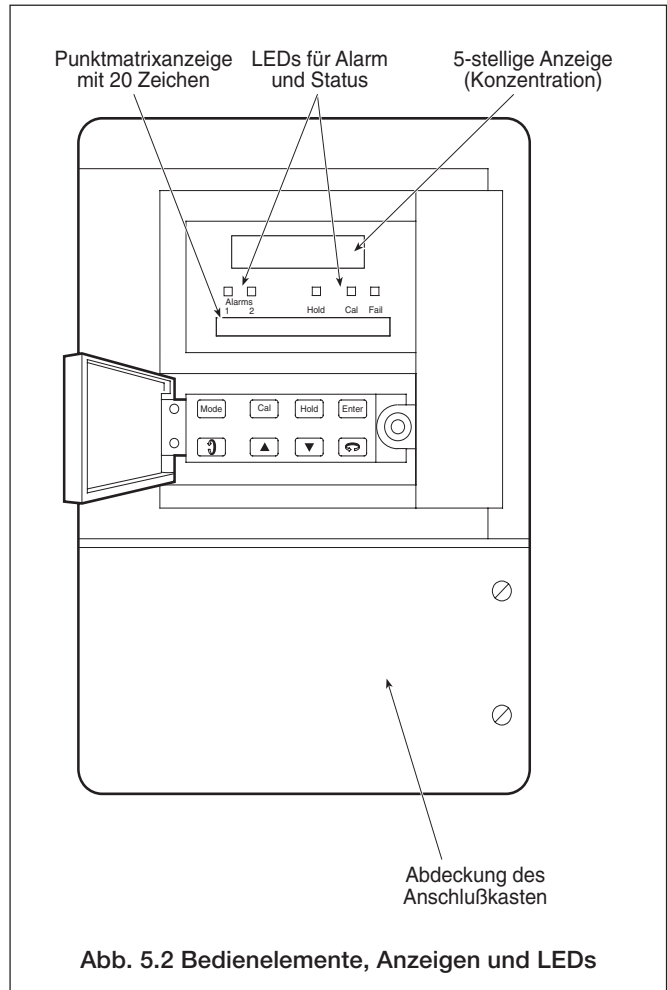

Abb. 5.2 Bedienelemente, Anzeigen und LEDs
5.4 Bedienelemente an der Frontplatte – Abb. 5.2
5.5 Anzeigen – Abb. 5.2
5.6 LED-Anzeigen – Abb. 5.2